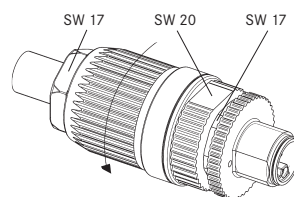

Abbildung 7 / figure 7 / figure 7
8. Verschrauben Sie die Überwurfmutter bis auf Anschlag (Abb. 7).
Screw the lock nut until end stop (Fig. 7).
Visser le connecteur jusqu'à l'arrêt (Fig. 7).